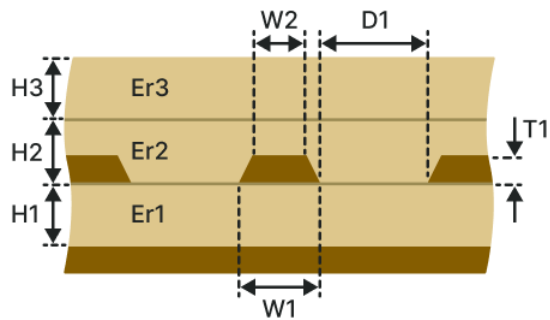

Рис. 165 Копланарная заглибленная ЛП с опорным слоем (КЗОС-1Н2В)
- Копланарная заглибленная ЛП с опорным слоем (КЗОС-1Н2В), см. Рис. 165.